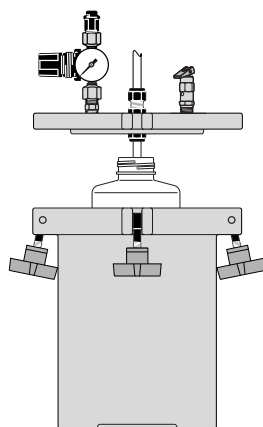

Figura 4
7. Rimontare la copertura. Se si utilizza il flacone originale del fluido, accertarsi di inserire il tubo di alimentazione nel flacone stesso (Figura 4).